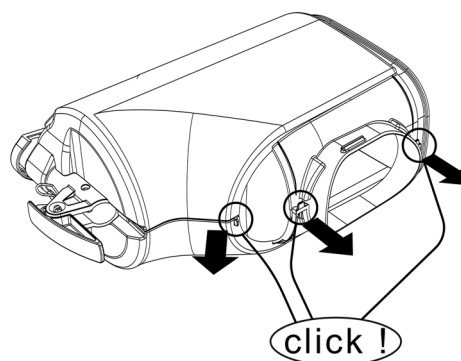

figura 13
- 1 Abra las dos partes (debe oírse un clic). (ver figura 13).